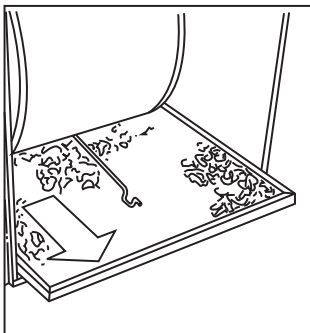
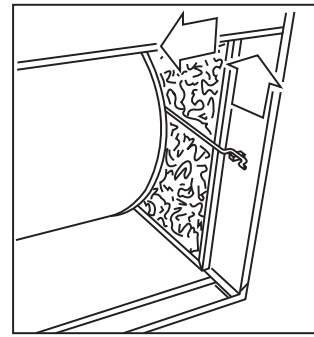

Fig. 26 - Filtre glissé à l'extérieur (entrée inférieure)
Fig. 27 - Dégager la tige de retenue du filtre (entrée latérale)
d. Glisser le filtre hors de la fournaise. Voir fig. 26.
• FILTRE(S) À AIR DANS LE COMPARTIMENT DE LA SOUFFLANTE, SUR LE CÔTÉ :
a. Déverrouiller le dispositif de retenue du filtre. Voir fig. 27.